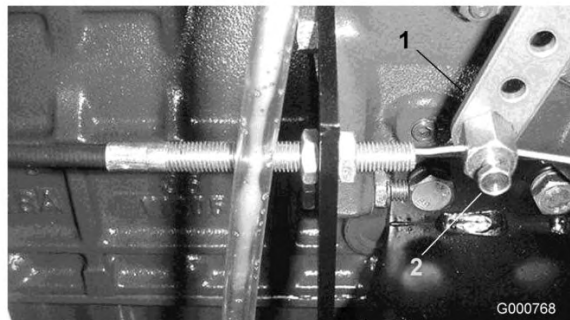

図 57
- インジェクション・ポンプのレバー・アームの所にあるスロットル ケーブルのコネクタをゆるめる（図 57）。